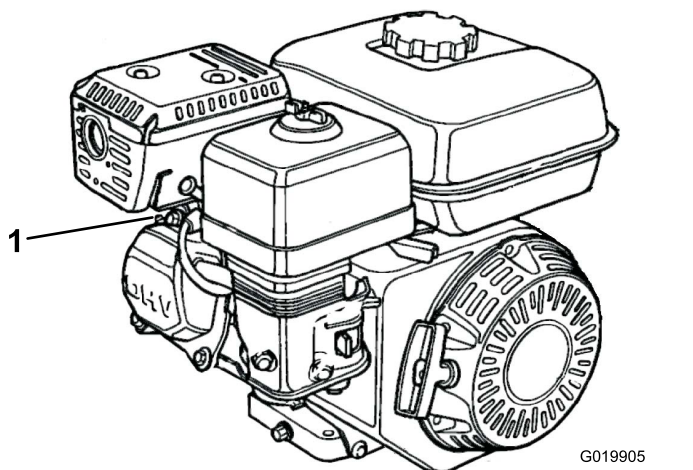

Bild 33
1. Ziehen Sie den Zündkerzenstecker von der Zündkerze ab (Bild 33).